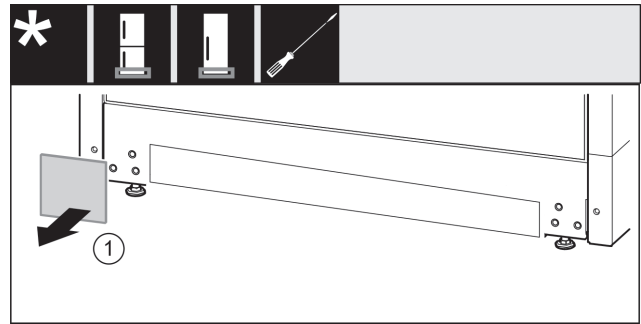

Fig. 15
- ▶ Ta av täckplattan. *Fig. 15 (1)*